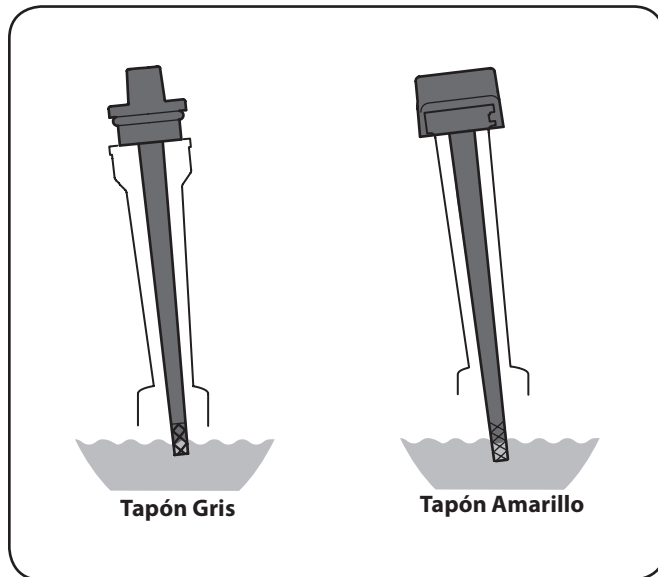

Figura 3-3
- Introduzca el tapón / la varilla de medición de aceite dentro del cuello de llenado de aceite pero no los atornille. Vea la Figura 3-3.
- Inserte la varilla en el cuello de llenado de aceite. Gire la varilla de 1 / 4 vuelta en la posición de bloqueo en su totalidad asiento. Vea la Figura 3-3.